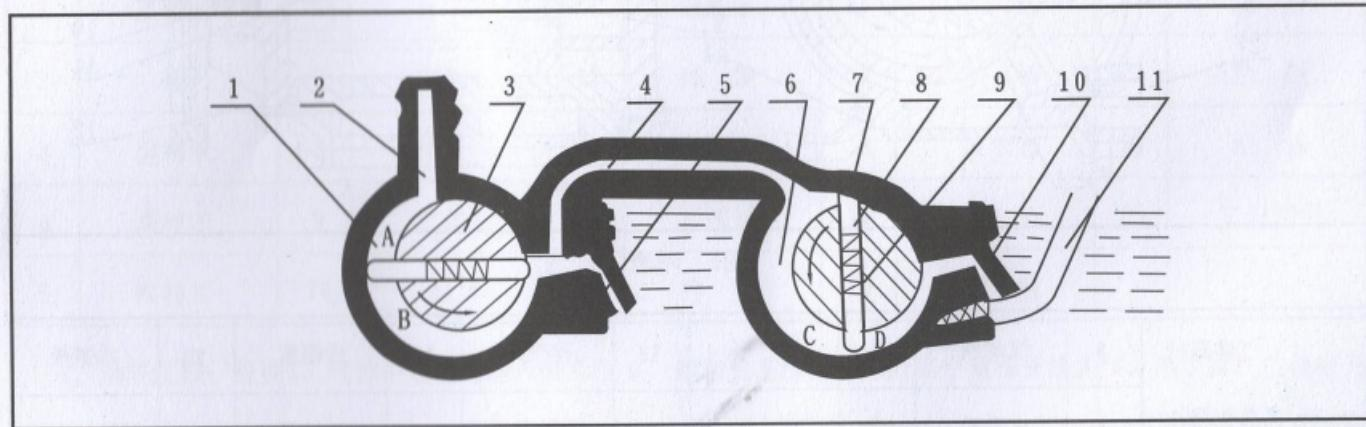

图 1
5、图1是2X系列机械泵原理图，转子3及7与高真空室1及低真空室6相切，转子3及7沿箭头方向旋转，带动转子槽内滑动的转片旋转，由于弹簧9及离心力的作用，转片外端紧贴高低真空室的内表面滑动，把转子与高低真空室所形成的月洼形空间从进气嘴2到排气阀门5和从过气管4到排气阀门10之间分隔开来，形成二或三个容积，并且周期性的大小变化，当在图示位置继续旋转时A及C容积逐渐增大，被抽容积气体没进气嘴进入泵内，同时B及D容积逐渐减少，压力升高，随后冲开排气阀门5及10，将气体排出真空室外，气体经过油面而排于大气之中，因为油是淹住排气门的，故能防止气体返回真空室。当抽气压强较高时，高低真空室的阀门都排气，相当于单级泵，当真空中度较高时，全部气体进入真空室，再由排气阀门10排出，此时二级串联即进入双级泵工作。
如被抽除的气体中含有较高的蒸汽气体时，在气体受到压缩而其蒸汽的分压强超过此蒸汽在泵内温度下的饱和压强时，此时蒸气被压缩成为液体，真空泵无法排出，而混在真空油内，使泵的性能大大降低。如果掺入适量的空气，使蒸汽在受到压缩时，其分压强也低于泵温的饱和压强，则蒸汽在变成液体前就能被排出泵外去，故本系列2X-4以上的泵都装有能放入一定量气体的掺气阀11见图1